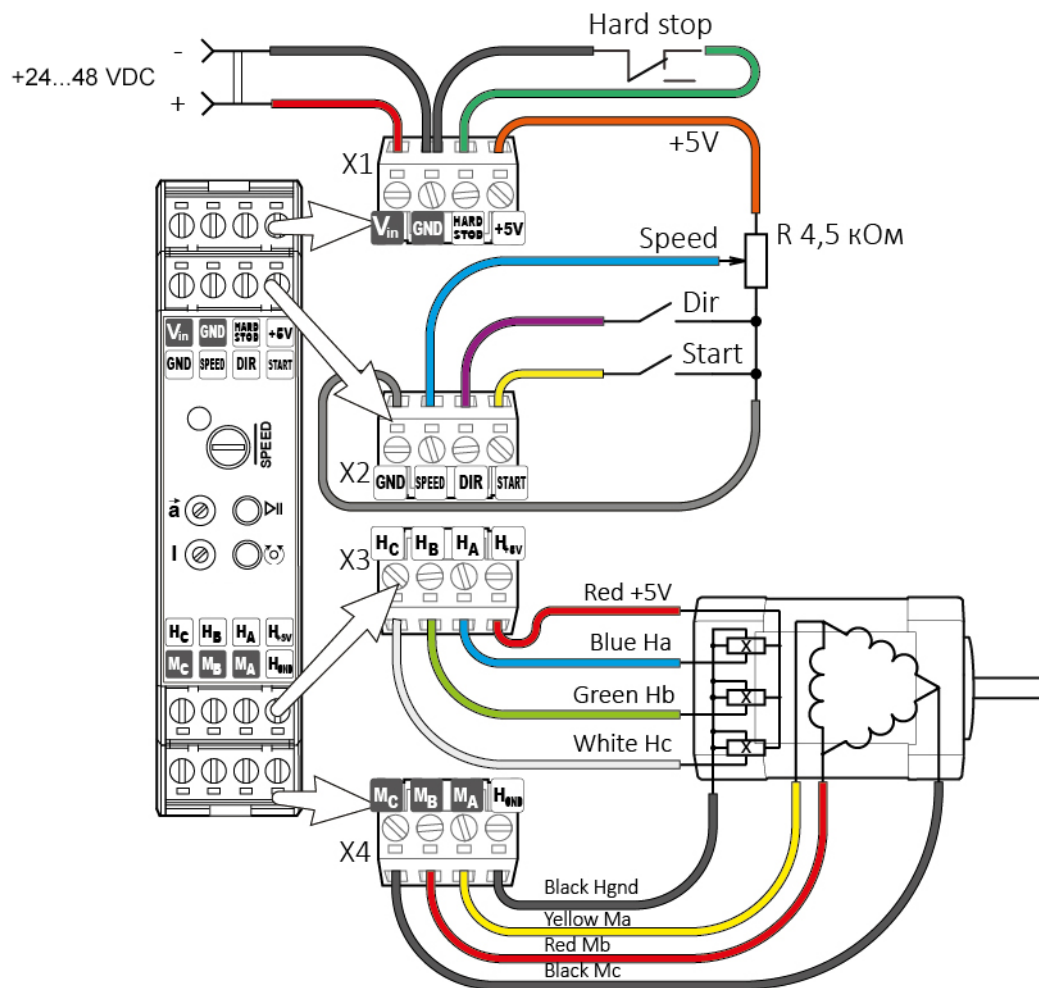

Abb.3. Anschlussplan
Der Anschlussplan ist in Abb. 3 dargestellt.
2. Schließen Sie externe Bedienelemente gemäß den Schemata in Abb. 3 an: